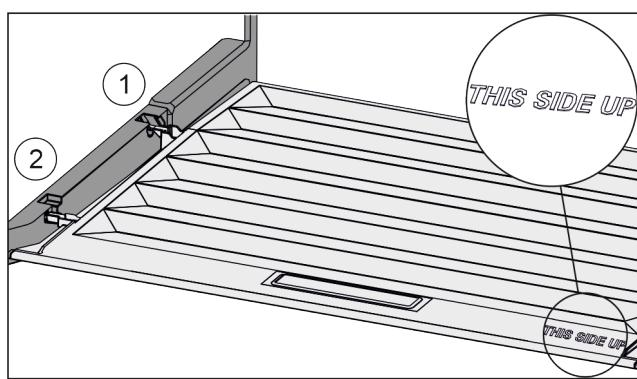

Fig. 138
- Robova predala vstavite nad odprtino zadnjega držala Fig. 138 (1), spredaj pa ju zataknite v držalo Fig. 138 (2).